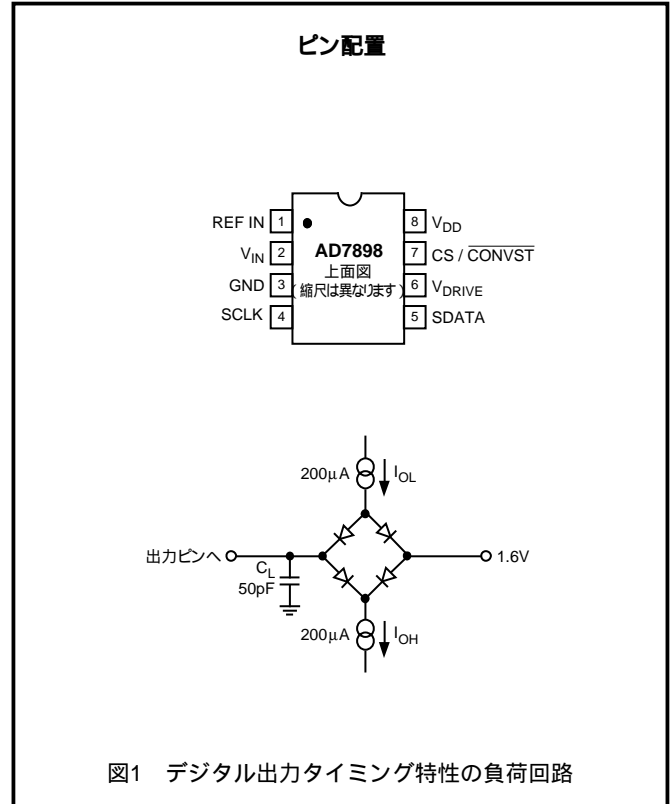

図1 デジタル出力タイミング特性の負荷回路
- 図1に示す負荷回路で測定。出力が0.8Vまたは2.0Vと交叉するまでに必要な時間と定義します。
- $t_8$ と $t_8^4$ は、図1に示す負荷回路に接続したとき、データ出力が0.5V変化するのに要する時間の測定値から導出しています。測定値は、測定後50pFのコンデンサの充電または放電の効果を除去するため外挿されています。これは、タイミング特性で示している時間 $t_8$ と $t_8^4$ がこのデバイスの真のバス開放時間であることを意味し、バスの外部負荷容量とは無関係です。